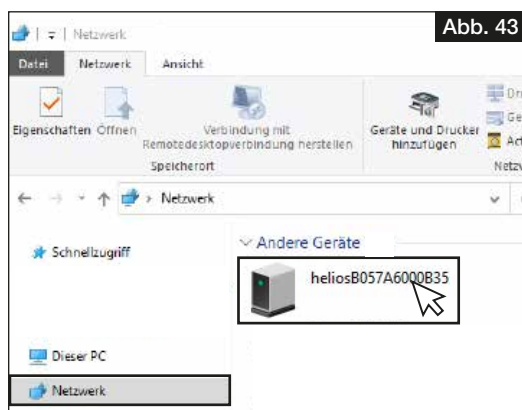

Abb. 43
2. Arbeitsplatz öffnen und auf Netzwerk klicken, vgl. Abb. 43.
- ① **Die Netzwerkerkennung muss eingeschaltet sein!**
3. Doppelklick auf das entsprechende Gerät, vgl. Abb. 43.